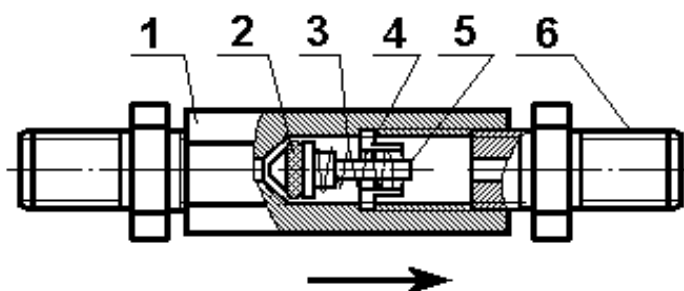

Рис.4. Обратный клапан.
Воздушный фильтр типа CAMOZZI MC104-F08 предназначен для очистки воздуха, поступающего в блок осушки от компрессора, и автоматического сброса конденсата. Фильтр, изображенный на рис.4, состоит из основания (8) и вставляемого в него с помощью байонетного разъема стеклянного отстойника (2). Внутри отстойника имеется фильтрующий патрон (4). При монтаже фильтра необходимо соблюдать направление движения воздушного потока, указанное стрелкой на основании.